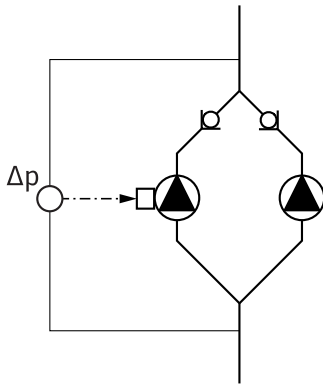

Fig. 13: Exempel, anslutning differenstrycksgivare
- I exemplet i fig. 13 är masterpumpen är den vänstra i flödesriktningen. På den pumpen ansluts differenstrycksgivaren.
Mätpunkterna på masterpumpens differenstrycksgivare måste ligga i samlaröret på sug- och trycksidan på tvillingpumpenläggningen (fig. 13).